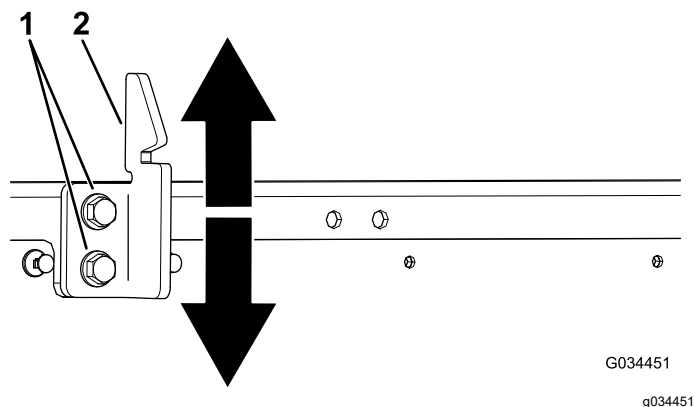

Bild 9
4. Lösen Sie die zwei Schrauben am Schlagbolzen des Ladepritschenriegels und bewegen Sie den Schlagbolzen nach oben oder unten, je nachdem, ob der Schlagbolzen zu hoch oder zu niedrig ist (**Bild 9**).
5. Ziehen Sie die zwei Schrauben am Schlagbolzen des Ladepritschenriegels an (**Bild 9**).